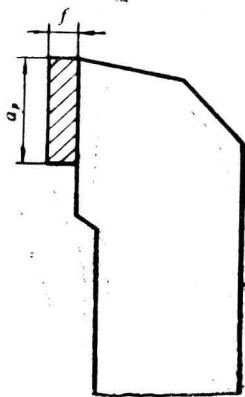
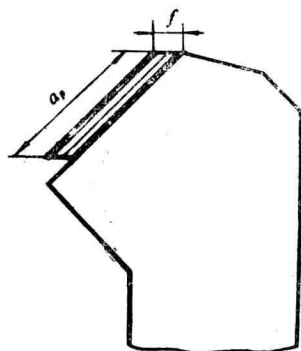

图16
图17
60. 试分析如图16、图17所示的切削面积 $A_c = a_p \cdot f$ 相同情况下，分别改变 f 、 a_p 和 K_r 时，对切削力、切削热、切削温度、刀具磨损及刀具耐用度的影响情况。